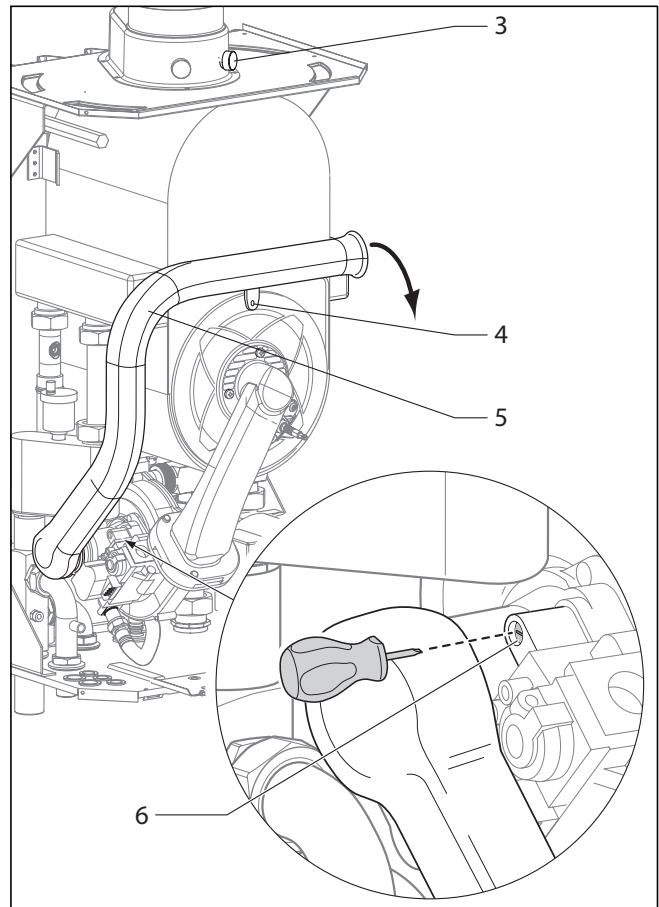

Fig. 5.4 Măsurarea CO2, reglarea raportului stoechiometric aer furnizat / aer necesar (reglajul gazului)
- Măsurați conținutul de CO2 la ștuțul pentru verificarea gazelor arse (3) (fig. 5.4). Comparați valoarea măsurată cu valoarea corespunzătoare din tab. 5.2.
- Dacă este necesar un reglaj al valorii gazelor arse, slăbiți șurubul (4) și rabatați tubul de aspirare a aerului (5) cu 90° spre înainte.
- Dacă este necesar, reglați valoarea corespunzătoare a gazelor arse (tabelul 5.2) prin rotirea șurubului (6).